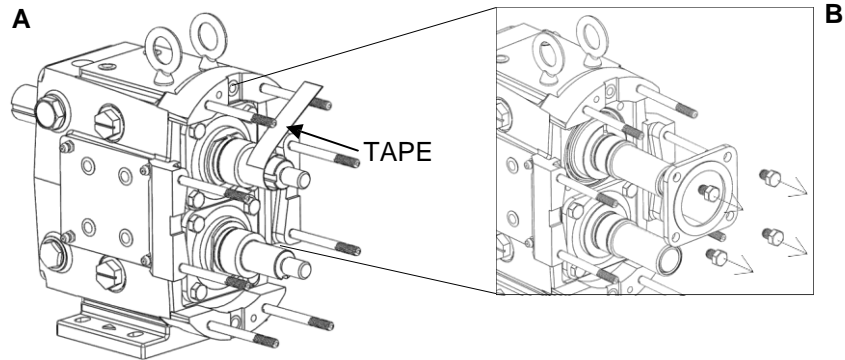

Figura 47: Pegar con cinta los ejes y retirar los retenes de los cojinetes.
3) Para evitar daños en los ejes, envuelva las lengüetas y las roscas de la tuerca del rotor con cinta adhesiva (Figura 47, A). Cualquier daño a las lengüetas o roscas puede requerir la sustitución del eje. Retire los tornillos de cabeza que sostienen el retén del cojinete y las placas de salpicadura en su lugar y deslice ambos fuera del eje (Figura 47, B). Si están atascados, utilice un destornillador de cabeza plana como cuña para sacarlos de la caja de engranes o déjelos en su lugar y cuando se retiren los ejes se presionarán con los ejes. Utilizando un borde recto, retire la junta líquida utilizada para sellar el retén del cojinete a la caja de engranes.